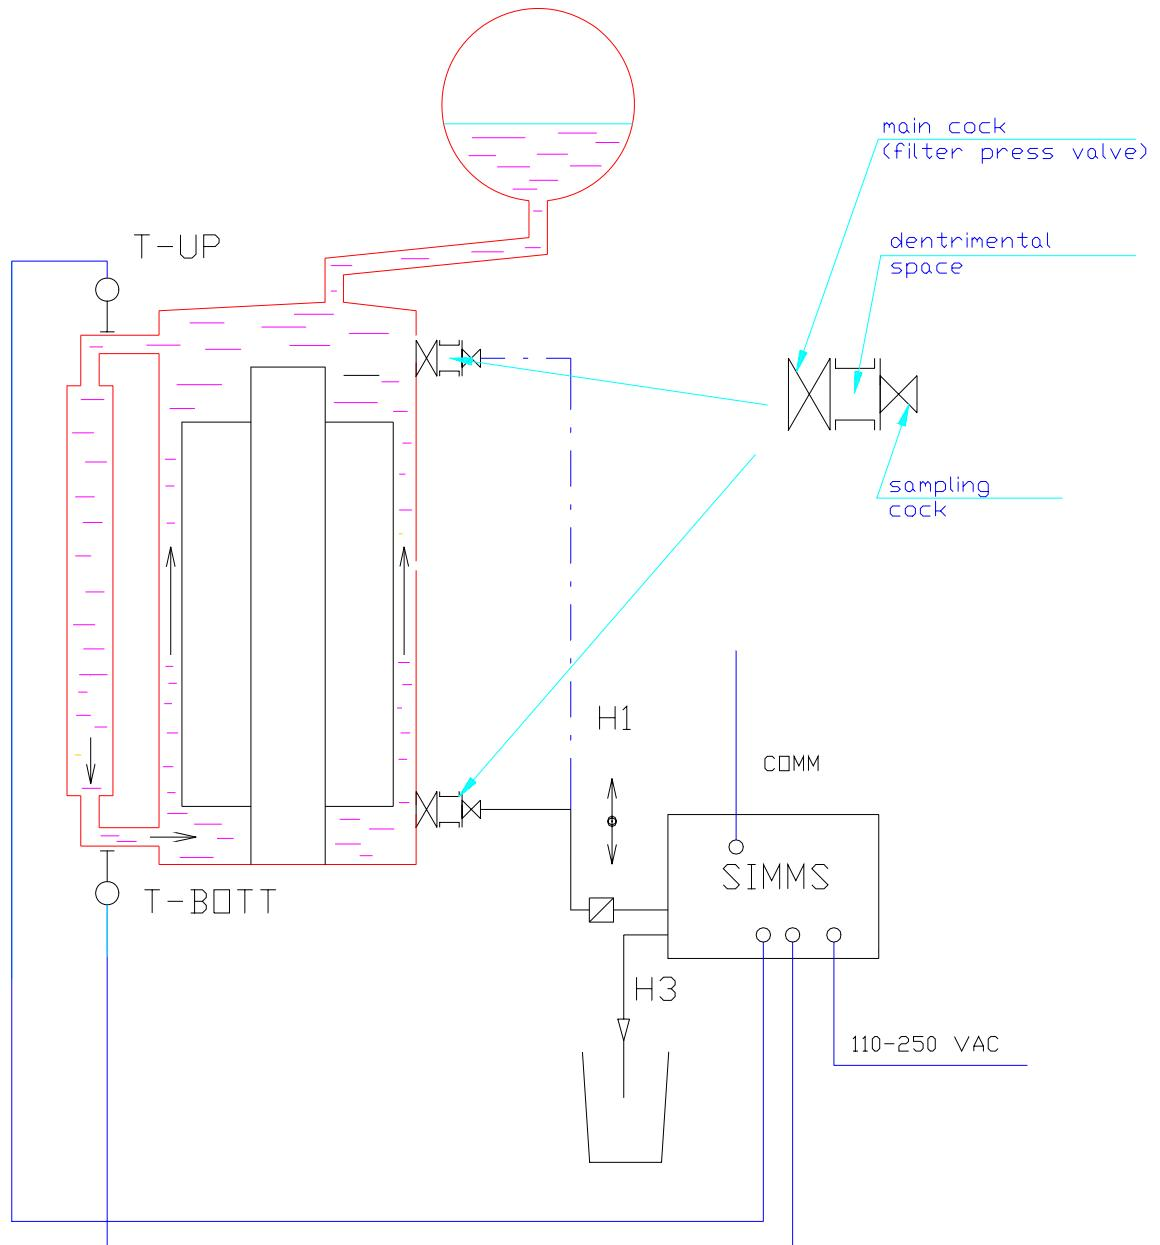

Bild 3 Schaltdiagramm: **SIMMS 1P**
4.4 SIMMS – 1P (Ein-Punkt Installation) – siehe Bild 3
Der Kolben bewegt sich von der rechten Endposition nach links. Die Mischung aus Öl und Gasblasen wird über den Schlauch H3 in die Probenflasche und durch das offene ABV - Ventil verdrängt. (Siehe Bild 3.)